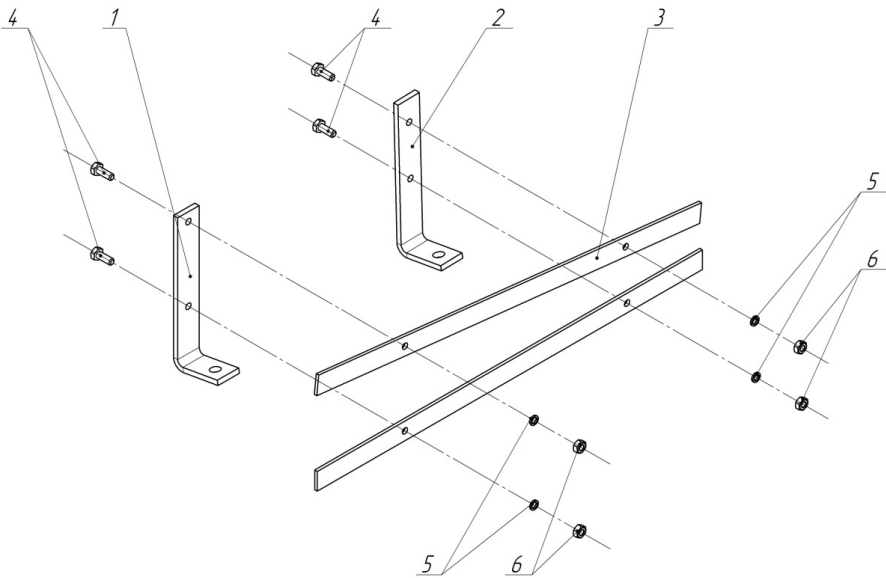

Рис. 7
Составные части показаны на *рис. 7*.
2. Используя болты (4), шайбы (5) и гайки (6) собрать две лопасти как показано на *рис. 7*. Затяжку болтовых соединений произвести от руки.
**ВНИМАНИЕ!** Кронштейн у которого межосевое расстояние 86 мм между двумя отверстиями диаметром 6мм. является кронштейном нижним (1). Кронштейн у которого межосевое расстояние 58 мм между двумя отверстиями диаметром 6 мм является кронштейном верхним (2). Соответственно в каждой лопасти по одному верхнему и нижнему кронштейну.
**ВНИМАНИЕ!** При монтаже лопасти необходимо обратить внимание, что кронштейн верхний (2) крепится к ёмкости верхней, а кронштейн нижней (1) крепится к ёмкости нижней.